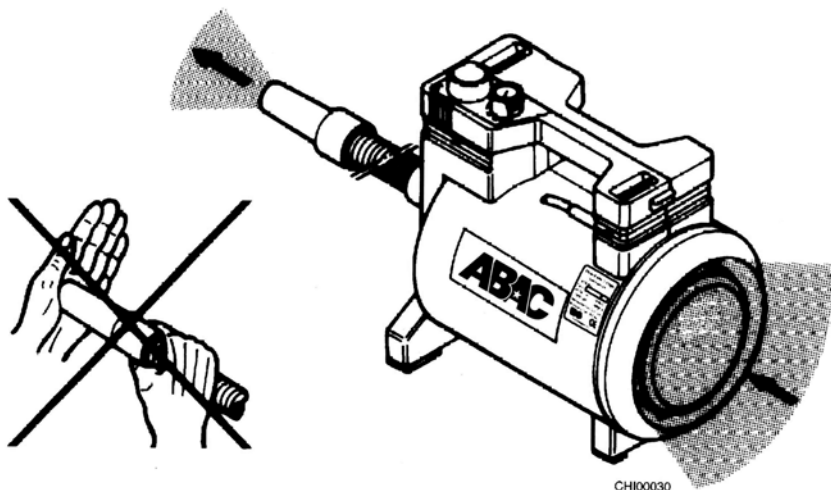

Fig. 2
- The air flow inside your SG 90 E Blower Unit must not be obstructed to ensure continuous adequate cooling of the blower motor - see figure 2.
- Afin que le moteur de la soufflante soit toujours suffisamment refroidi, aucune accumulation d'air ne doit se produire dans la soufflante à moteur SG 90 E. Voir figure 2.